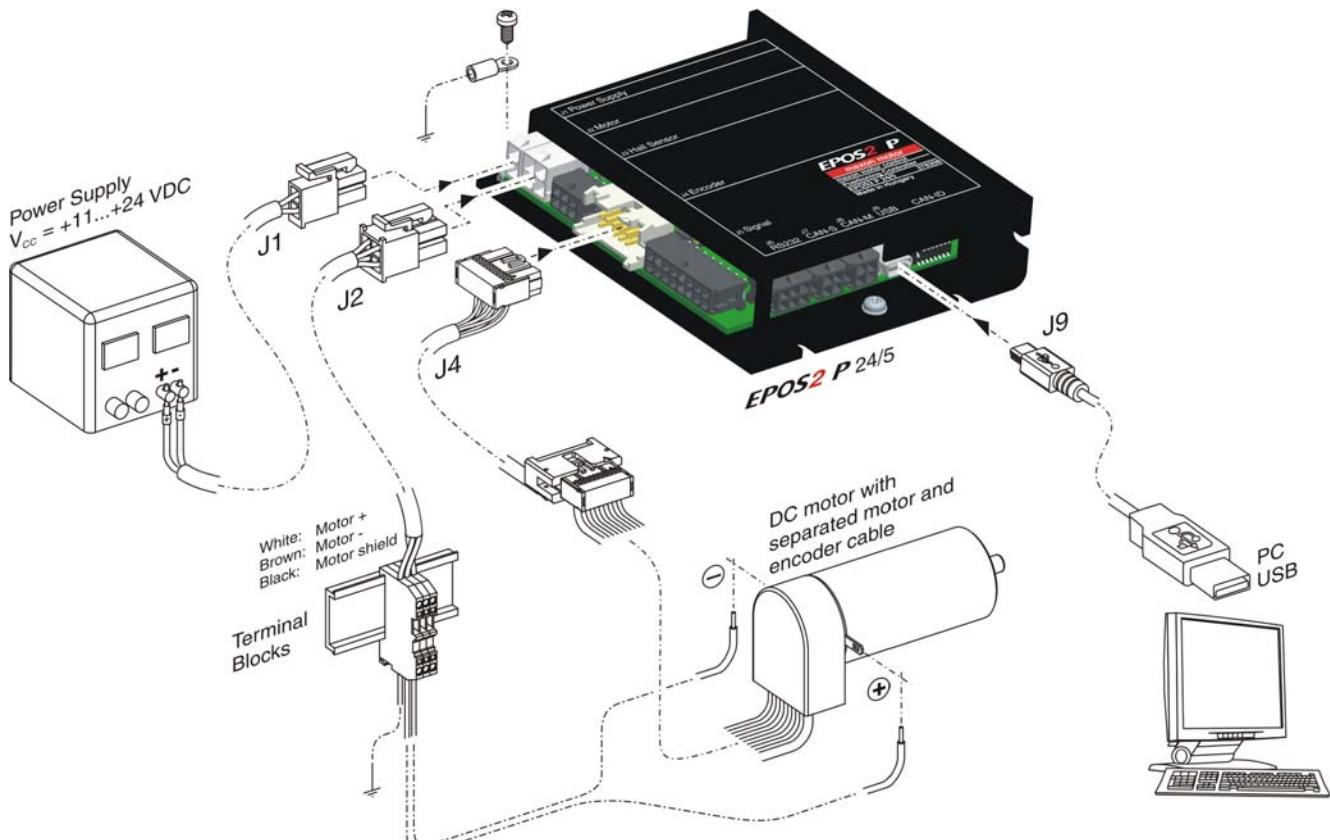

図 3-5 最小限の配線：モータ・ケーブルとエンコーダ・ケーブルが別々の maxon DC motor (ブラシ付きモータ)
- 2) 下表および下図をご参考に配線作業を行って下さい。 (→ 表 3-6 および 図 3-5)